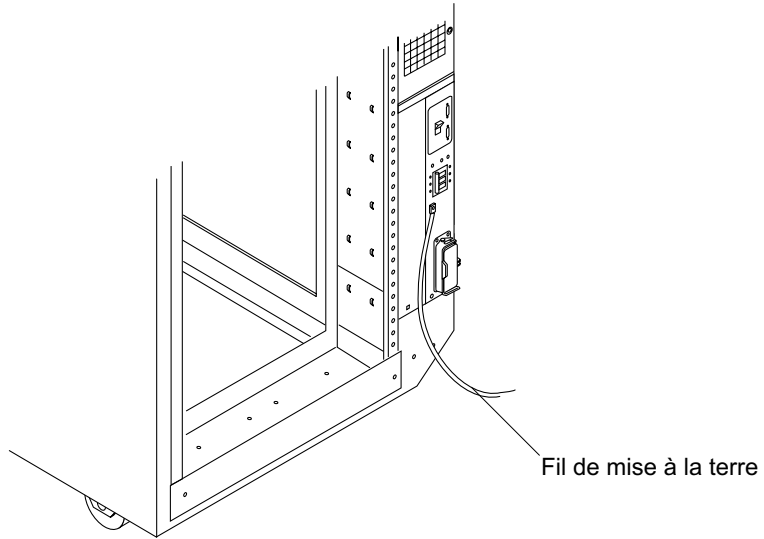

FIGURE 3-4 Connexion du fil de mise à la terre au séquenceur d'alimentation de l'armoire du système
2. Vissez l'une des extrémités du fil de mise à la terre au séquenceur d'alimentation de l'armoire du système ou de l'armoire la plus proche du système de stockage (FIGURE 3-4).